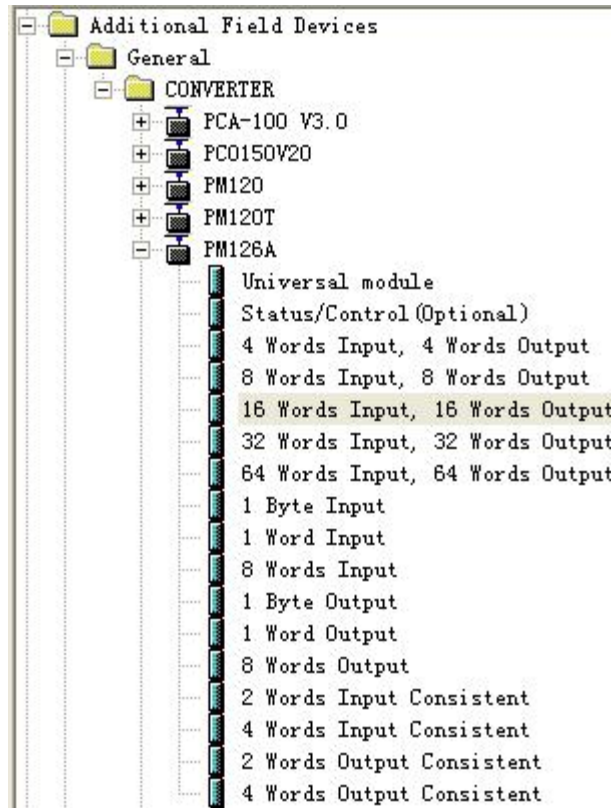

图 6
6. 您可以在这里找到您注册的设备，右侧窗口/Profibus DP/Additional Field Devices/Converter/PM126A/，如图 6 所示